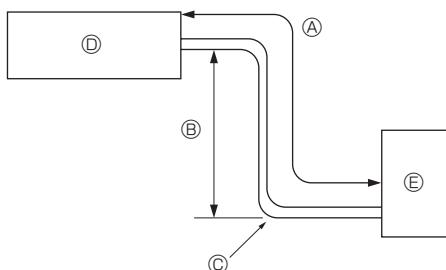

Fig. 2-1
① Tubo de junção.....x1
2.1. Tubo de refrigerante (Fig. 2-1)